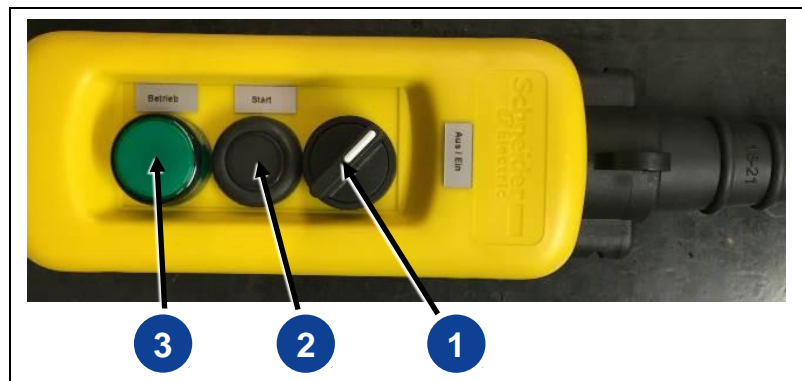

Abb. 5-4: Kabel-Fernbedienung
1. Schalter (Abb. 5-4-(1)) auf Position „Ein“ drehen.
2. Taste „Start“ (Abb. 5-4-(2)) drücken, bis der Motor anspringt.
3. Taste „Start“ (Abb. 5-4-(2)) loslassen.
✓ Die Betriebskontrollleuchte (Abb. 5-4-(3)) leuchtet.
3. Schalter (*Abb. 5-4-(1)*) auf Position „Aus“ drehen.
- ✓ Die Betriebskontrollleuchte (*Abb. 5-4-(3)*) ist erloschen.